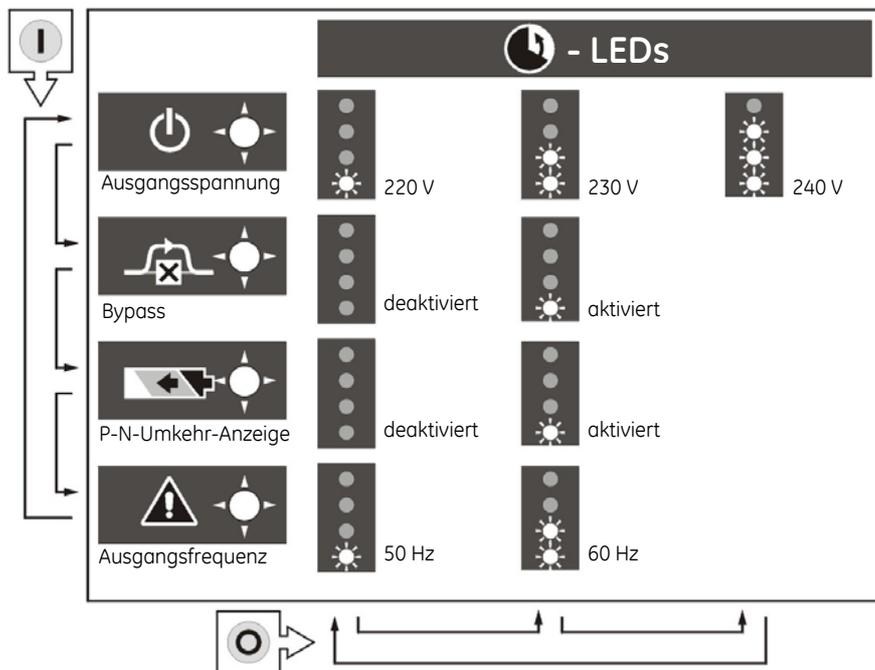

Abb. 4.5: Einstellungs Menü
2. Scrollen Sie mit der Taste "I" durch die vier Funktionen. Die Betriebs-, Bypass-, Batteriebetriebs- und Alarm-LED beginnen jeweils zu blinken, um anzugeben, welche Funktion ausgewählt ist (siehe Abb. 4.5).